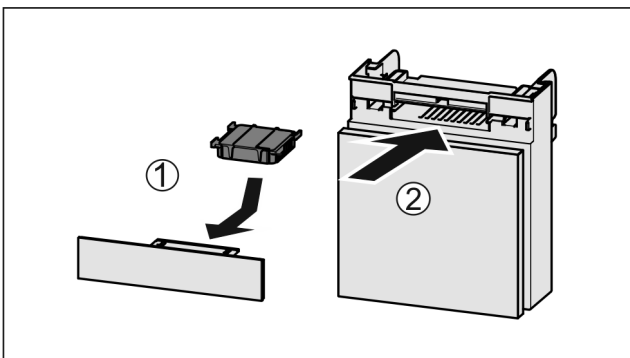

Fig. 237
- ▶ Aktivkohlefilter nach Abbildung einsetzen Fig. 237 (1).
- ▶ Fach einschieben Fig. 237 (2).